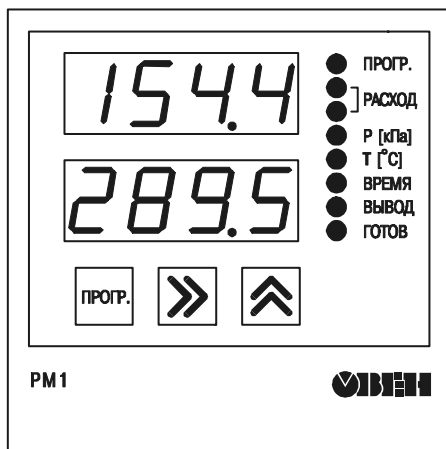

Рис. 1
3.1.2. На передней панели прибора (рис. 1) находятся индикаторы: